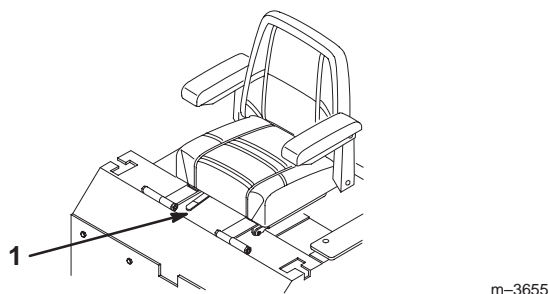

Figure 19
1. Poussez le levier de réglage sur le côté pour débloquent le siège (Fig. 19).